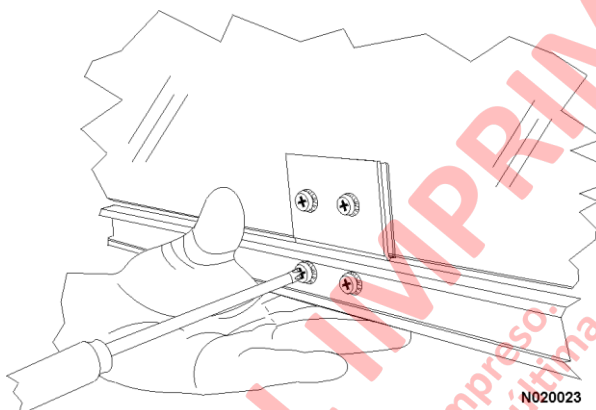

FIGURA 2-8.
- h. Saque dos pernos (Figura 2-8) que sujetan el riel del rodillo en la parte inferior del vidrio de la puerta.
6. Saque dos pernos (Figura 2-8) que sujetan el riel del rodillo a la parte inferior del vidrio de la puerta.